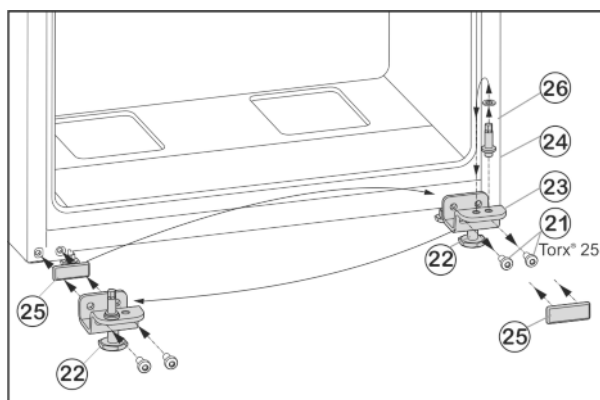

Fig. 6
- Desserrer les vis de fixation Fig. 6 (21).
- Retirer l'ensemble du support de palier inférieur Fig. 6 (23) avec le boulon de palier Fig. 6 (24), la rondelle Fig. 6 (26) et le pied de réglage Fig. 6 (22).
- Dévisser l'ensemble du boulon de palier Fig. 6 (24) avec la rondelle Fig. 6 (26), déplacer le tout dans le trou de préhension du côté opposé du support de palier et revisser fermement.
- Retirer avec précaution la plaque de recouvrement Fig. 6 (25) et la déplacer du côté opposé.
- Revisser l'ensemble du support de palier inférieur Fig. 6 (23) avec le boulon de palier Fig. 6 (24), la rondelle Fig. 6 (26) et le pied de réglage Fig. 6 (22) du côté de la nouvelle charnière, au besoin à l'aide d'une visseuse sans fil (**en appliquant un couple de 4 Nm**).
- Placer la porte inférieure depuis le haut sur le boulon Fig. 6 (24).
- Remettre en place le support de palier du milieu (13) à 180° dans la porte inférieure et la visser solidement à l'aide des vis de fixation (11) (2 fois Torx® 25) sur le nouveau côté de la charnière (**avec 4 Nm**).
- Remettre en place la rondelle de plastique (10).
- Dévisser le pied de réglage Fig. 6 (22) au niveau du support de palier inférieur Fig. 6 (23) jusqu'à ce qu'il repose au sol.